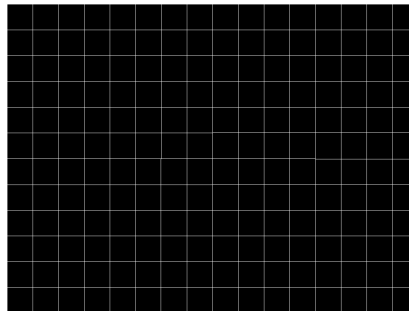

图 3-5. 网格线测试图形示例
10. 网格线图形的颜色使用前景颜色和背景颜色来指定。前景颜色用于网格线，背景颜色用于线条之间的空间。正如表 3-3 中所述，用户指定了水平前景和背景线宽，以及垂直前景和背景线宽。用户负责确定每个分辨率显示的线条间距。例如，如果水平前景线宽为 1，并且背景线宽为 9，则每十行存在一条单像素水平线。如果垂直前景线宽为 1，并且背景线宽为 9，则每十行存在一条单像素垂直线。图 3-5 展示了一个网格线图形示例。